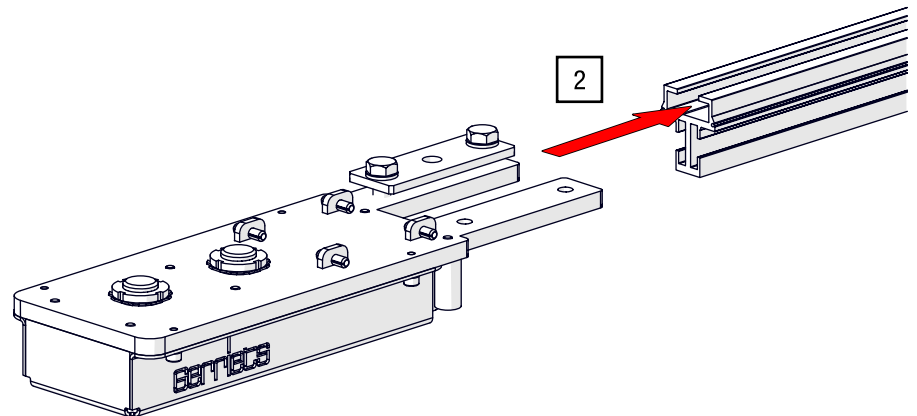

Abb. 59: Überlaufeinheit – Überlaufprofil auf die Umlenkeinheit schieben
2. Schieben Sie das Übergangsprofil auf die entsprechenden Stege beider Umlenkeinheiten (siehe Abb. 59).